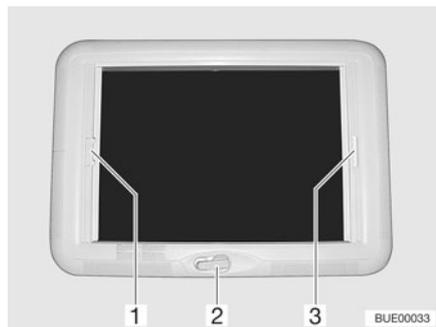

Fig. 71 Claraboya de manivela
- Girar la manivela (Fig. 71,2) hasta que se note resistencia (ángulo de apertura máx. 70°).
- Tirar del asidero (Fig. 71,3) del estor plegable y soltarlo en la posición deseada. El estor plegable se queda fijo en esta posición.
- Tirar del asidero (Fig. 71,1) de la protección contra insectos hacia el asidero opuesto del estor plegable (Fig. 71,3) y hacerlos engatillar.
- Presionar el tirador de la protección contra insectos (Fig. 71,1) por la parte de atrás hacia arriba y desengancharla del estor plegable (Fig. 71,3).